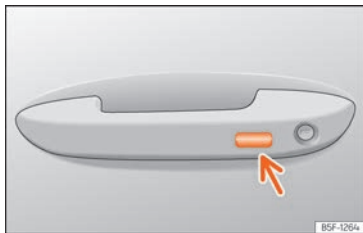

Fig. 101 Poignée de porte : surface sensible.
• **OU** à l'aide du système Keyless Access [verrouillage uniquement] : Appuyez un doigt pendant quelques secondes sur la surface sensible de verrouillage  **fig. 101** (flèche) de la poignée de porte jusqu'à ce que les vitres et le toit ouvrant se ferment. Si vous cessez de toucher la surface sensible, la fonction d'ouverture/fermeture s'interrompt.
- Appuyez un doigt pendant quelques secondes sur la surface sensible de verrouillage »» **fig. 101** (flèche) de la poignée de porte jusqu'à ce que le toit ouvrant se ferme. Si vous cessez de toucher la surface sensible, la fonction d'ouverture/fermeture s'interrompt.